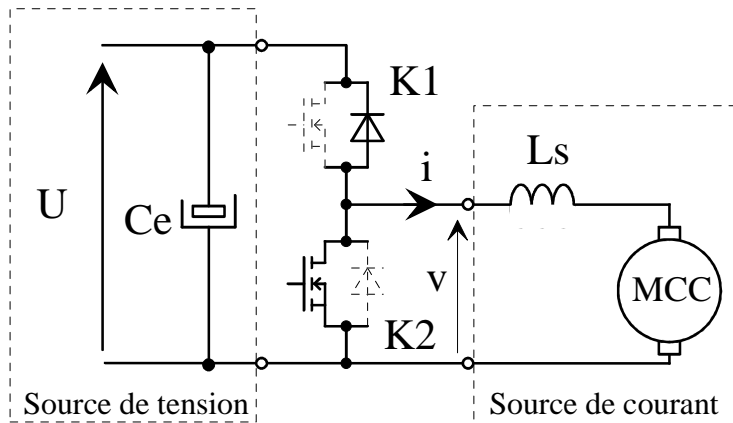

Fig. 10.3 Fonctionnement en hacheur de type BUCK (dessins\hacheur6.drw).
- a) Simplifier le schéma de la figure 10.3, en tenant compte des hypothèses ci-dessus.